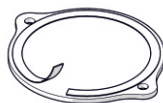

Рисунок 5.
4. На заглушку с любой стороны приклеить самоклеящуюся ленту из стекловолокна, входящую в комплект поставки, отрезать излишек (см. рисунок 5).